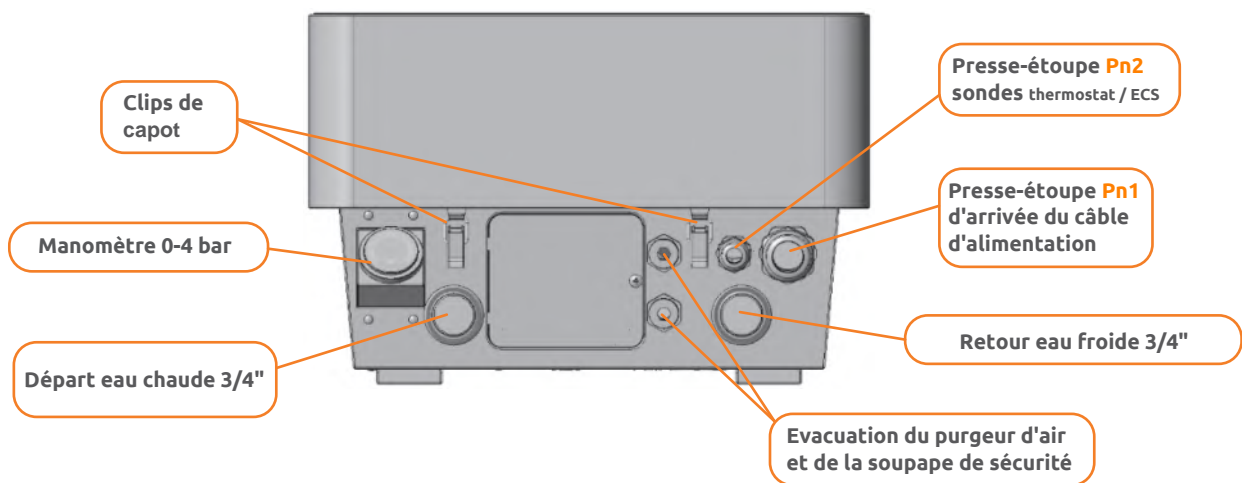

Figure 2 - Raccordement de la chaudière (vue de dessous)
5.1.8 Pour enlever le panneau avant, déclipsez les clips de fixation en bas du corps de la chaudière (voir Figure 2), soulevez le panneau vers le haut en tirant doucement sur lui-même. Déconnectez le câble de connexion de l'affichage sans mouvements brusques tout en maintenant le panneau. Ensuite, déplacez le panneau avant sur le côté.